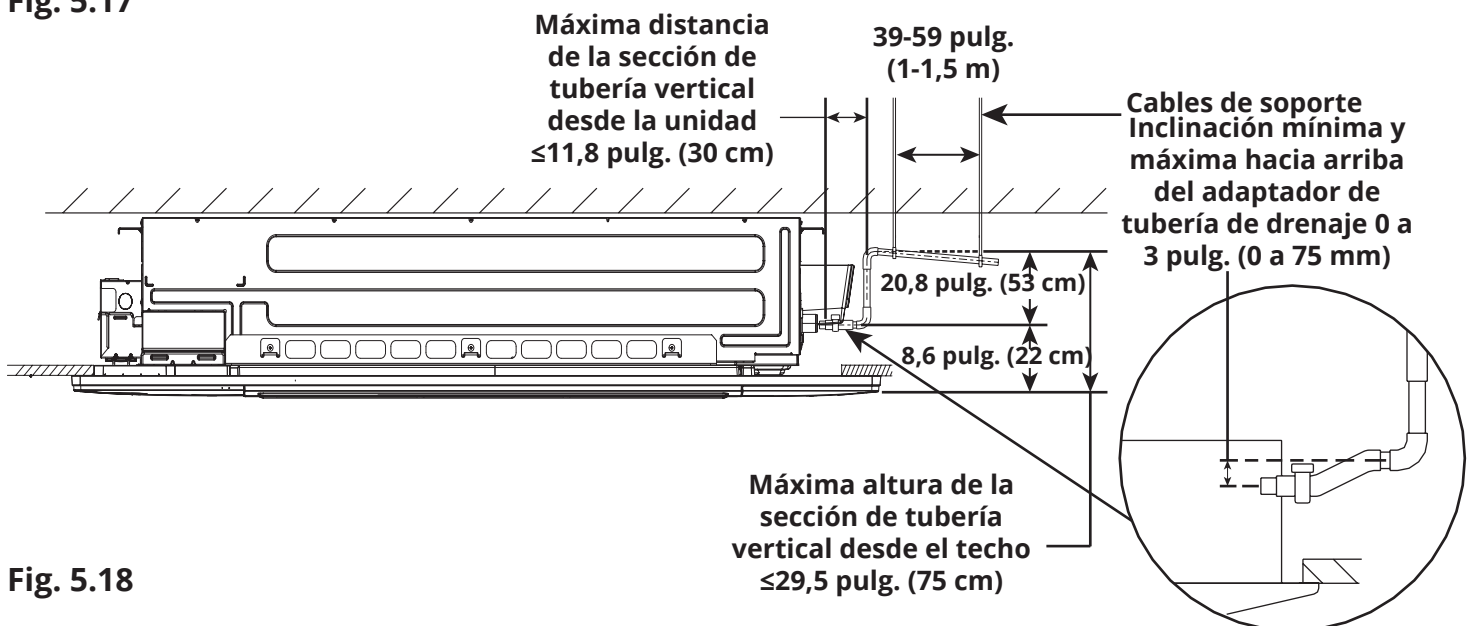

Fig. 5.18
- Si la salida del desagüe está más alta que la salida del desagüe del cuerpo del cassette, cree una sección vertical en el desagüe. Esta sección de tubería vertical no debe estar a más de 29,5 pulg. (75 cm) de la placa de yeso del techo y debe tener una distancia de menos de 11,8 pulg. (30 cm) de la unidad (consulte la Fig. 5.18). La instalación incorrecta podría hacer que el agua fluya de regreso a la unidad y se inunde, lo que podría provocar daños a la propiedad.